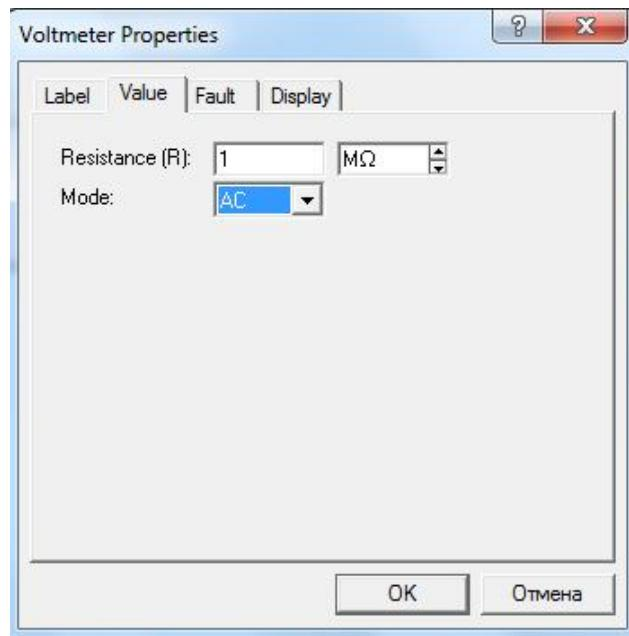

Рисунок 4.14 – Діалогове вікно налаштування параметрів вольтметра
2. Налаштовувати вольтметр на роботу в колі змінного струму (рис. 4.14).